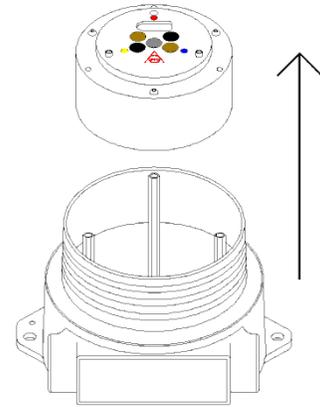

Figura 2-9
- Deslice el “disco” del módulo del detector hacia fuera de la base del recinto (consulte la figura 2-9).